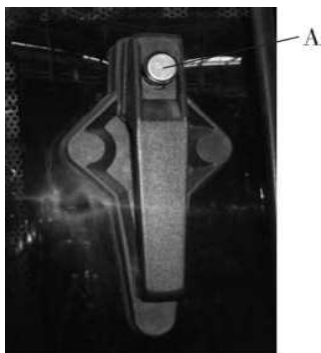

Figura 6-14 Tiradora de puerta (apertura afuera)
(1) Puerta
Abra la cerradura de la puerta con la llave del vehículo y presione el botón de perno (A) para abrir la puerta desde el exterior (véase la Figura 6-14).